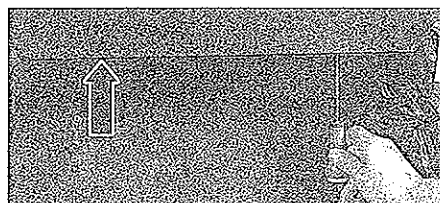

FIG. 31
- el guarnecido inferior lado derecho del salpicadero (fig. 31).